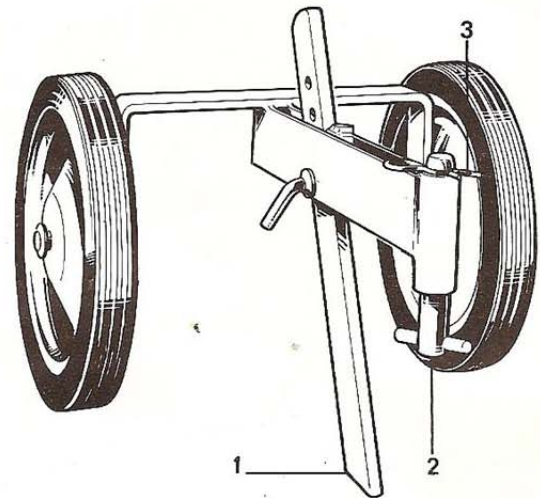

Fig. 5
- la béquille combinée (fig. 5).